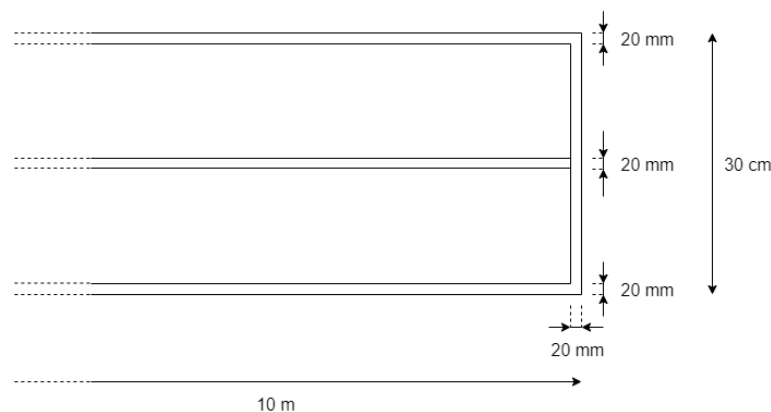

Figura 5: Detalhe das marcações de cada faixa de rodagem da pista de competição
2. A pista, que terá cerca de 11,0 m de comprimento, será constituída por duas faixas de rodagem paralelas (ver Figura 5), com cerca de 30 cm de largura, delimitadas por uma faixa preta (de cada lado), com cerca de 20 mm de largura.